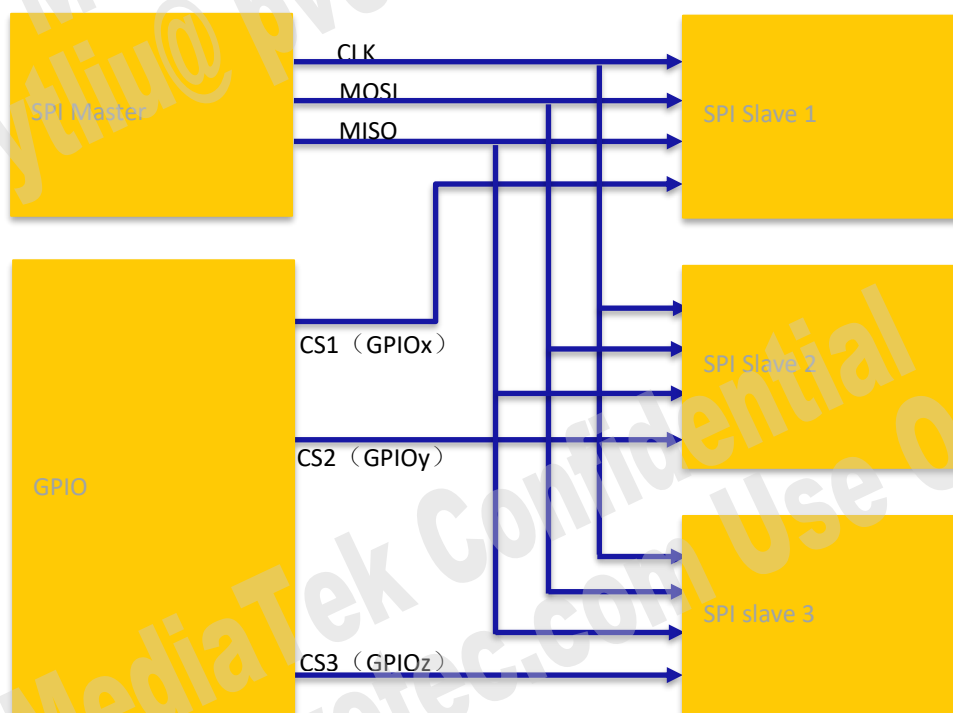

图 1-4. 主设备与多设备引脚连接
- SPI 控制器只有一个 CS 引脚，也就是说，它只能支持单从。但是，您可以将 GPIO 用作 CS 来支持多个设备。如图 1-4 所示。